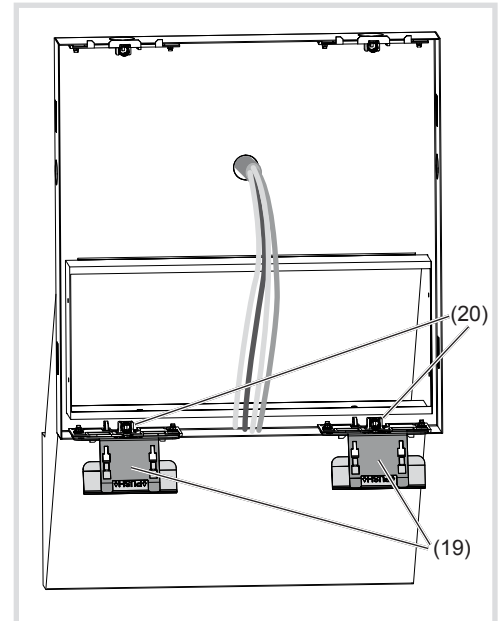

Bild 6: eingesteckte Öffnungswerkzeuge
(18) Aufschlagwinkel der Befestigungselemente
- Die beiden Öffnungswerkzeuge (19) in die Aufnahme der unteren Befestigungselemente (20) am Gehäuse stecken (Bild 6).